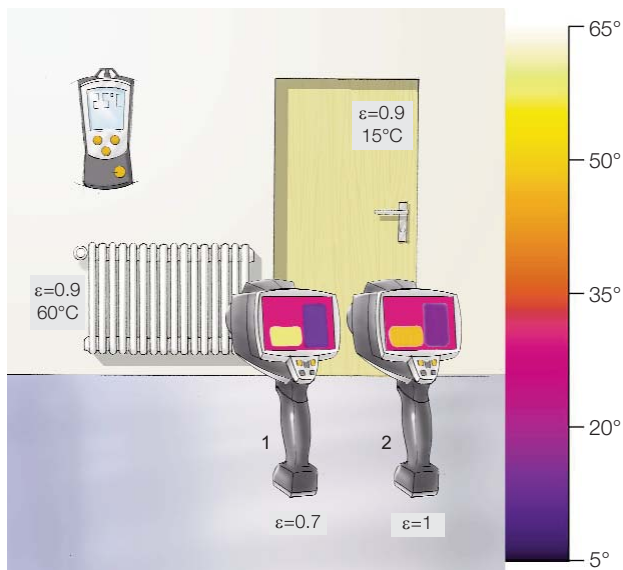

Ilustración 1.2: Efectos de un ajuste de emisividad incorrecto en la medición de temperatura
1. En el caso de que la temperatura del objeto medido sea superior a la temperatura ambiente (el radiador de la ilustración 1.2, p.11):
2. En el caso de que la temperatura del objeto medido sea inferior a la temperatura ambiente (la puerta de la ilustración 1.2, p.11):
Siempre que haya una gran diferencia de temperatura entre el objeto a medir y la ambiente, es de vital importancia ajustar la emisividad de forma correcta (ver la ilustración 1.2, p. 11).